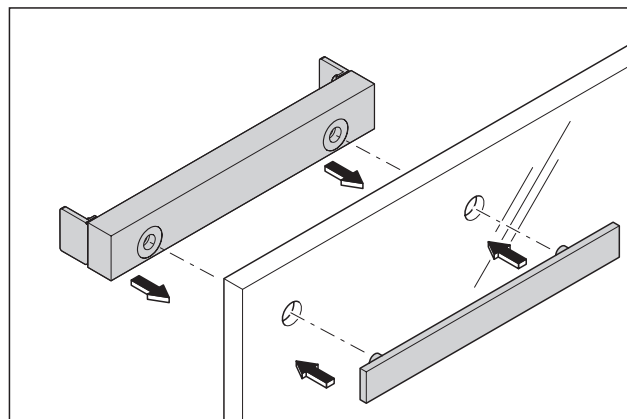

Abb. 11 Die Anschraubplatte und die Gegenplatte an die Bohrungen anbringen
2. Die Anschraubplatte auf der Bandseite (innen) und die Gegenplatte auf der Bandgegenseite (außen) an den Bohrungen der Glastür anbringen (Abb. 11).